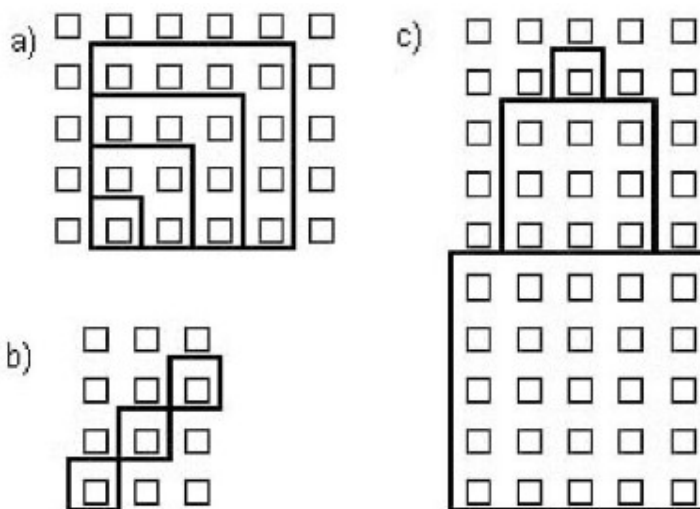

Figura 6.1: ¿Cómo se hace para que un mismo proceso sirva para realizar todos los cuadrados?
Analicemos la figura 6.1. En ella aparecen varios cuadrados de diferente tamaño. Básicamente, hay tres formas de resolver este tipo de problemas:
## Ejemplo 6.1: Programe al robot para que realice el recorrido a) de la figura 6.1.
Cuando el proceso cuadrado sea invocado y reciba en *lado* la longitud del lado que debe realizar, este valor será utilizado por la línea (2) para efectuar el recorrido pedido. La resolución del recorrido a) de la figura 6.1 utilizando este proceso es la siguiente:
**Ejemplo 6.2:** Programe al robot para que realice el recorrido c) de la figura 6.1.